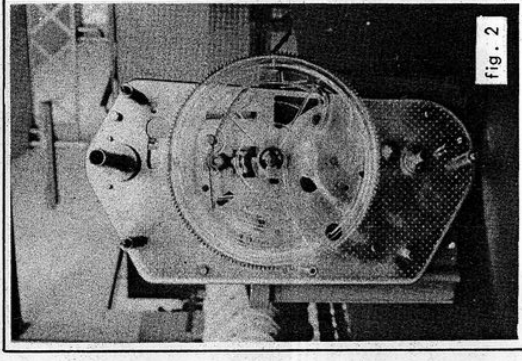

fig. 2
- 1 Gabarit de pré-réglage, constitué par une platine mécanique CH 17.253, sur laquelle sont montées les entretoises d'assemblage n° 153 et 154, ainsi qu'une roue de distribution CH 20.861, bloquée en position repos (voir détails fig. 2 ci-contre).
Lors du premier montage, c'est-à-dire avant fixation du cache-décor, utiliser, pour ce réglage, le gabarit de calage représenté fig. 2, qui sera posé sur la platine générale, à la place que devra occuper ultérieurement la platine mécanique.